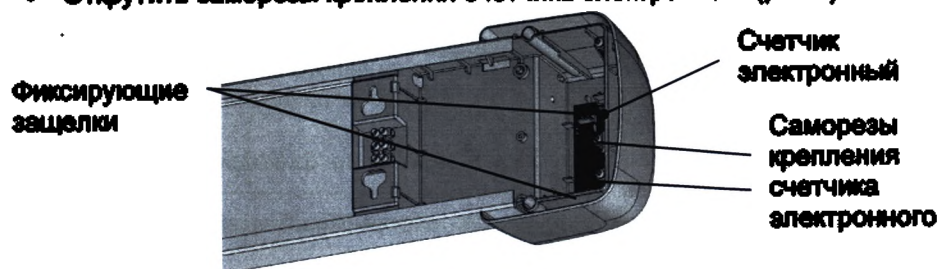

Рис.8
Названия элементов облучателя, приведенные в данном разделе, соответствуют блок-схеме (рис.8 Приложение 1).
- Открутить саморезы крепления счетчика электронного (рис.8).
- Извлечь счетчик электронный из торцевого блока, нажав на фиксирующие защелки (рис.8).
- Установить новый счетчик, зафиксировав защелками (рис.8).
- Зафиксировать счетчик электронный при помощи саморезов (рис.8).